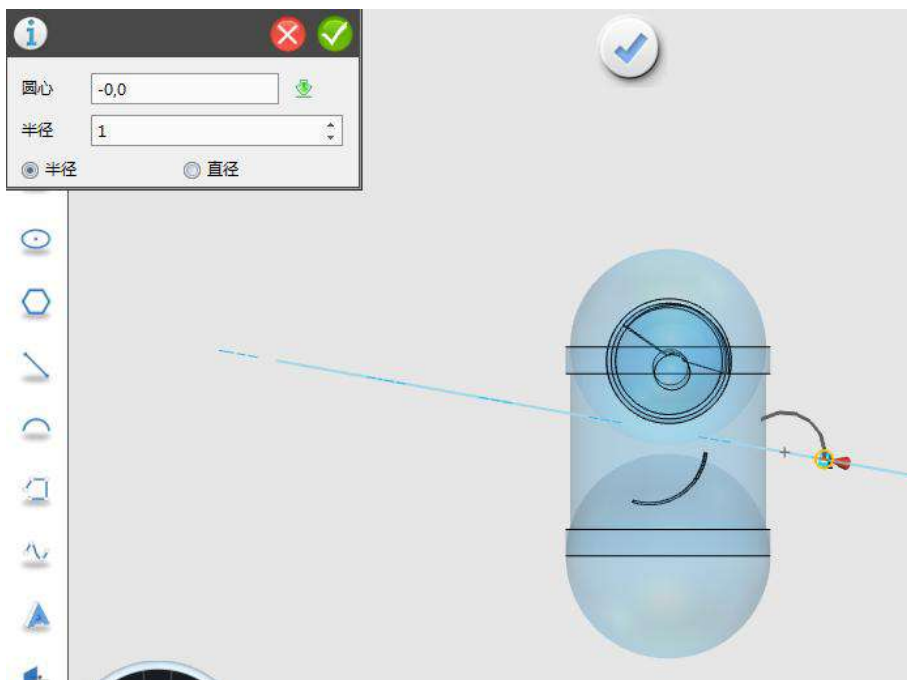

图 1-30
Step 30 点击前视图，选择圆形工具，点击圆弧的末端，绘制一个半径为 1 的圆形，圆心设置为 (0, 0)，如下图 1-30 所示：